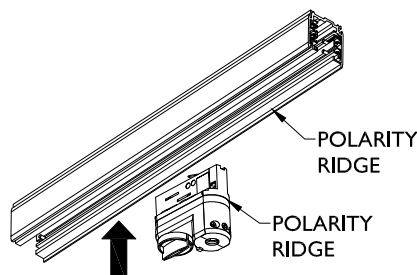

FIG. 3
2. The fixture adapter is inserted with the polarity groove towards the polarity on the track. FIG. 3
2. L'adaptateur du luminaire s'insère avec la rainure de polarité orientée vers la polarité du rail. FIG. 3